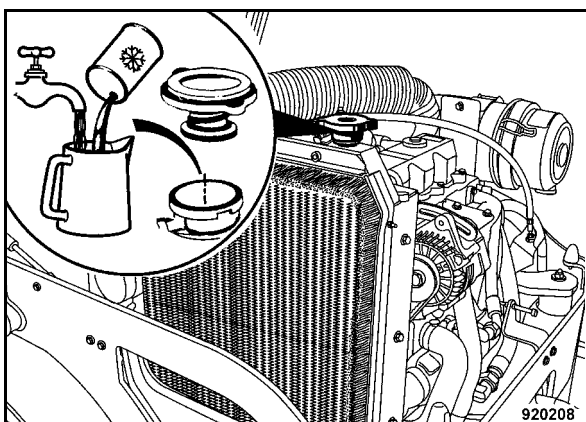

Fig. 136
- Rellenar líquido refrigerante hasta el nivel llega a la arista inferior de la tubuladura de llenado (Fig. 136).